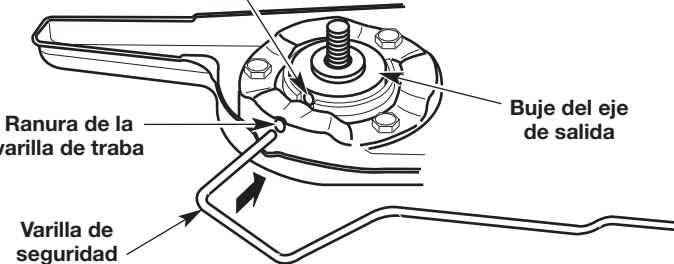
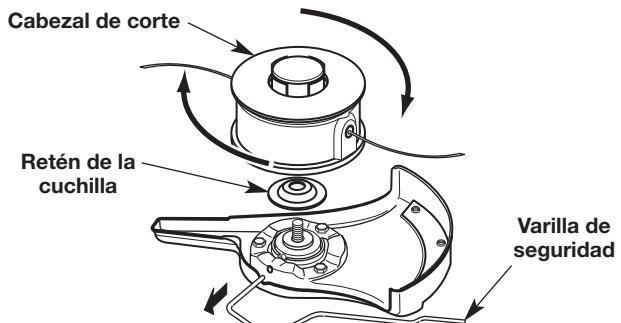

Fig. 9
Fig. 14
- Rote la cuchilla (Fig. 11) hasta que el orificio del casquillo del eje se alinee con la ranura de la varilla de seguridad (Fig. 9).
- Inserte la varilla de seguridad a través de la ranura de la varilla de seguridad y dentro del orificio del casquillo del eje (Fig. 9).
- Rote el casquillo del eje de salida hasta que el orificio del casquillo del eje se alinee con la ranura de la varilla de seguridad (Fig. 9).
- Rote el cabezal de corte (Fig. 14) hasta que el orificio del casquillo del eje se alinee con la ranura de la varilla de seguridad (Fig. 9).
- Mientras sostiene la varilla de seguridad en su lugar, desatornille el cabezal de corte girándolo en el sentido de las agujas del reloj (Fig. 14).
- Quite la varilla de seguridad (Fig. 14).
- Extraiga la retención de la cuchilla (Fig. 14).